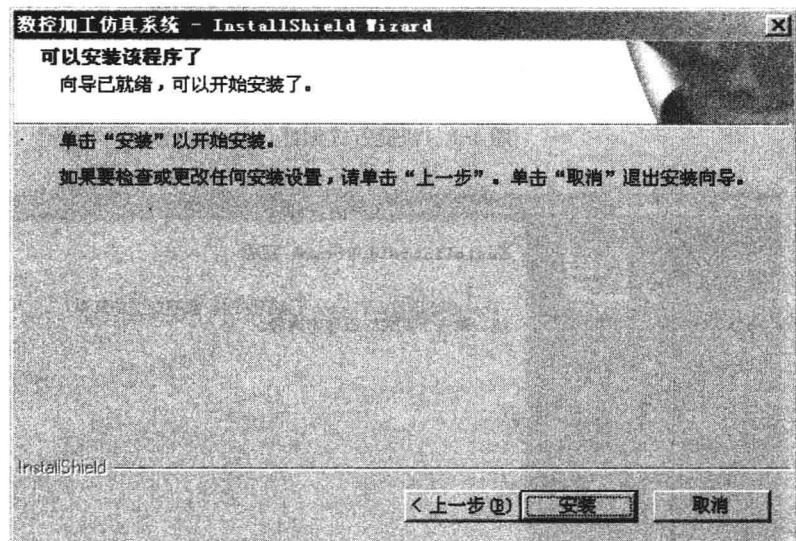

图 1-6 安装准备完成对话框
8) 系统进入可以安装程序对话框，单击“安装”按钮，如图 1-6 所示。